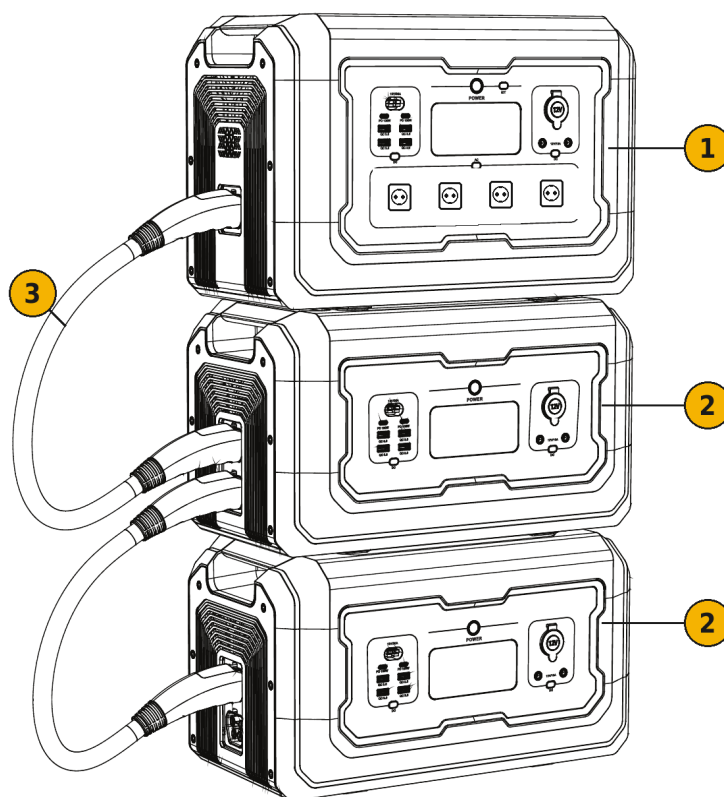

FIG. 4 — Station d'énergie avec deux batteries externes raccordées
Un bouton DC (8) se trouve sous chaque panneau de prises : chacun active et désactive les sorties du panneau sous lequel il est placé. Des deux prises de connexion (9), l'une reçoit le câble provenant de la station d'énergie et l'autre permet de raccorder une deuxième batterie externe (FIG. 4).
- 3) Pour ajouter d'autres batteries, raccordez chacune d'elles avec son propre câble à la prise libre de la précédente, comme le montre la FIG. 4. Avec la station AY-1024 Wh / 2000 W, il est possible d'associer jusqu'à quatre batteries, l'ensemble atteignant alors 9 216 Wh ; pour les autres stations, consultez leur manuel.